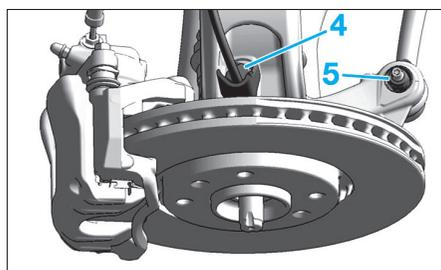

Fig. 2
- l'écrou (2),
- l'écrou de fixation de frein (3).
- la fixation du capteur de roue (4) (Fig.2),